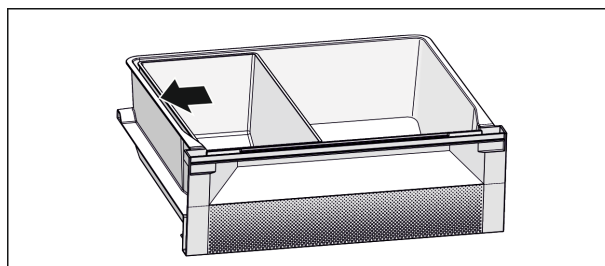

Fig. 6
- ▶ Postavljanje skled Fish & Seafood. S prikazanim položajem pridobite optimalno hladilno delovanje (glejte Fig. 6).